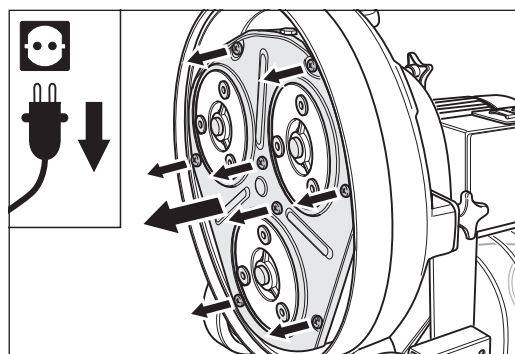

Abb. 79 An der Schleifhaube alle acht Schrauben entfernen und das Abdeckblech abnehmen.
- 3 Entfernen Sie an der Schleifhaube alle acht Befestigungsschrauben des Abdeckblechs und nehmen Sie das Abdeckblech ab (Abb. 79).